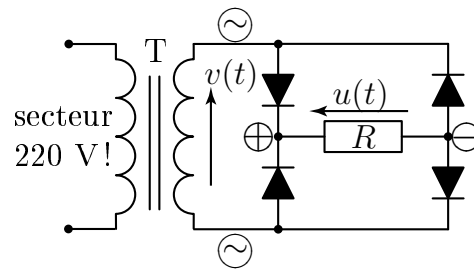

FIGURE 3 – Circuit de redressement double-alternance à pont de GREATZ, avec $R = 1\text{ k}\Omega$ et T un transformateur 220/12 V, 60 VA.
- ☞ Câbler le montage représenté figure 3 en respectant le sens branchement de toutes les diodes et en veillant à ne pas confondre les bornes alternatives (\ominus , \ominus) et les bornes continues (\oplus , \ominus).